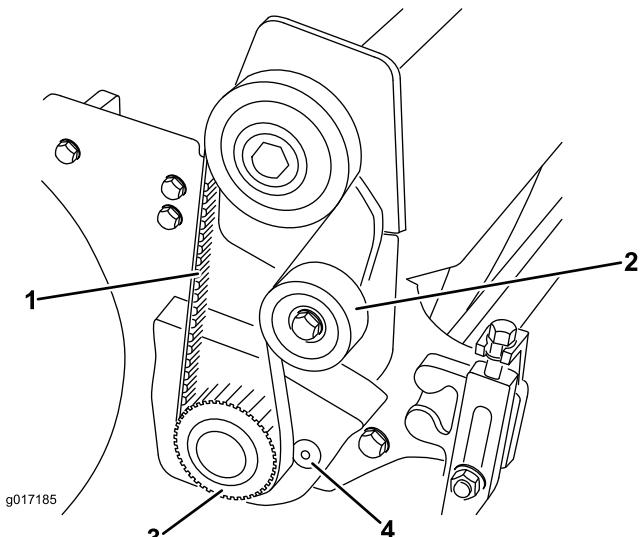

図 8
17. リール駆動ベルトを外す；アイドラプーリをゆるめてベルトのテンションをなくしておいてプーリからリール駆動ベルトを外す(図 8)。
18. 1/2 インチのドライブラケットとエクステンションを使って、駆動プーリをリールシャフトから取り外す(図 8)。リールが回転しないように角材などで固定する。
す(図 8)。グルーマアームカバーを取り外す；ねじ類は捨てないこと。